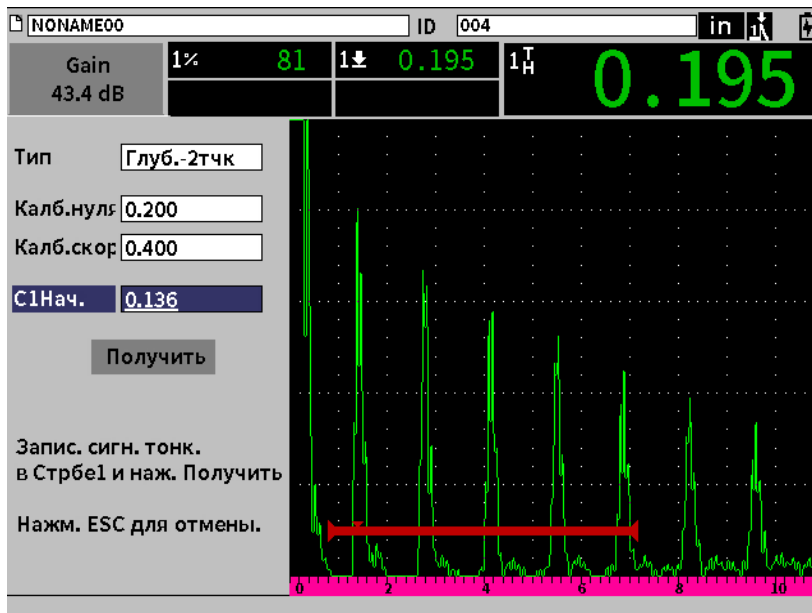

Рис. 8-5 Калибровка — Готов к получению эхо-сигнала от тонкого образца
9. Нажмите клавишу Tab, чтобы выделить кнопку **Получить**, затем нажмите Enter для регистрации эхо-сигнала от тонкого образца (см. Рис. 8-5 на стр 101).